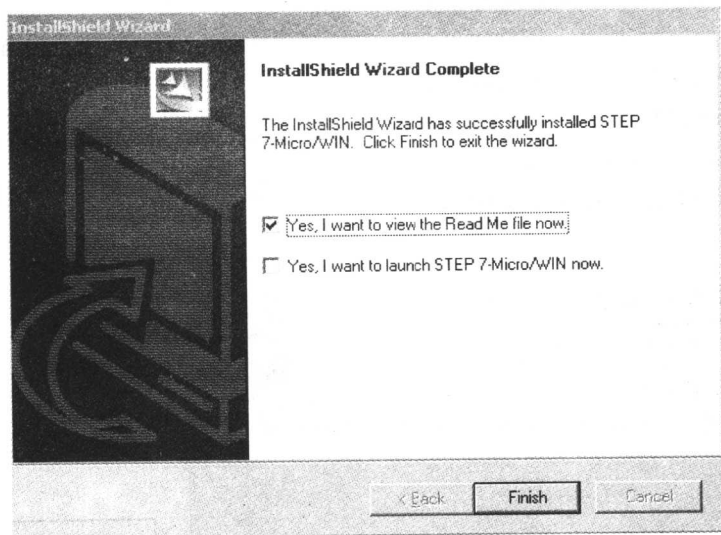

图 1-4 重新启动计算机
④ 安装完成后,单击对话框上的 Finish(完成)按钮后重新启动计算机,如图 1-4 所示。